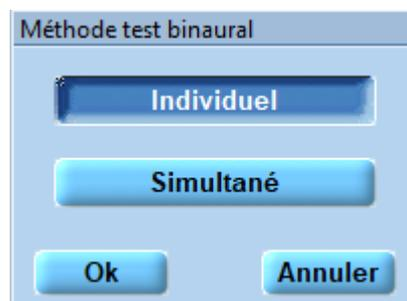

Figure 117
**Individuel** pour modifier individuellement les niveaux de l'oreille droite et gauche. Sélectionnez **Simultané** si vous souhaitez que les niveaux des oreilles gauche et droite correspondent (Figure 117).